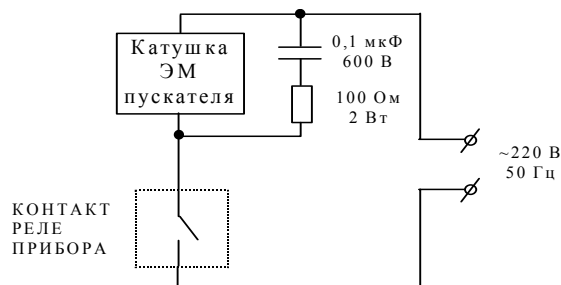

Рисунок 4.4
4.4.1. При управлении прибором индуктивными электромагнитными устройствами переменного или постоянного тока (например, катушки электромагнитных пускателей), настоятельно рекомендуется применение помехоподавляющих RC цепочек (100 Ом, 0,1 мкФ), согласно схемы приведенной на рис.4.4: